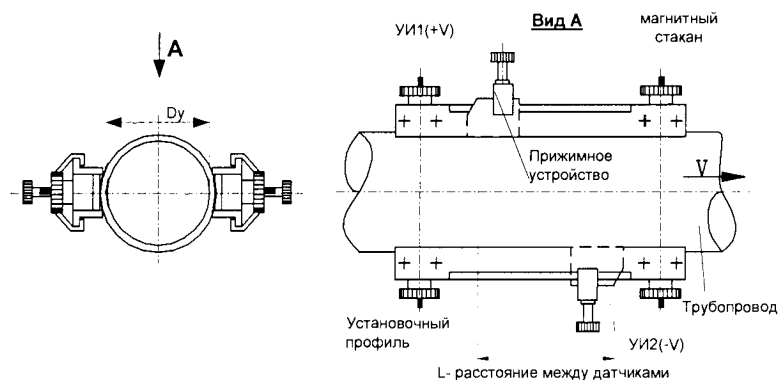

Рис. 4. Установка датчиков на трубопроводы  $Du < 500$  мм
8.1.38. Установка ПП-1 по варианту “Z” (рис. 4, 5, 6)